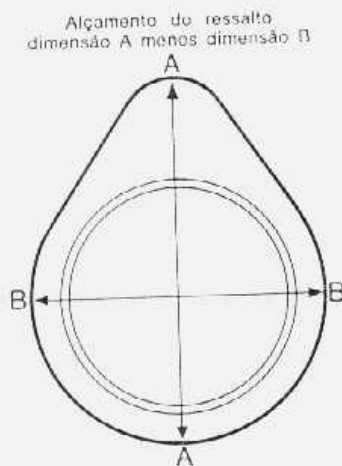

fig. 4 — medição do ressalto da árvore comando de válvulas
2. Medir o diâmetro maior e menor de cada ressalto, com auxílio de um paquimetro ou micrômetro e anotar as medidas (fig. 4). A diferença das medidas do diâmetro maior e menor de cada ressalto representa o alçamento de ressalto.